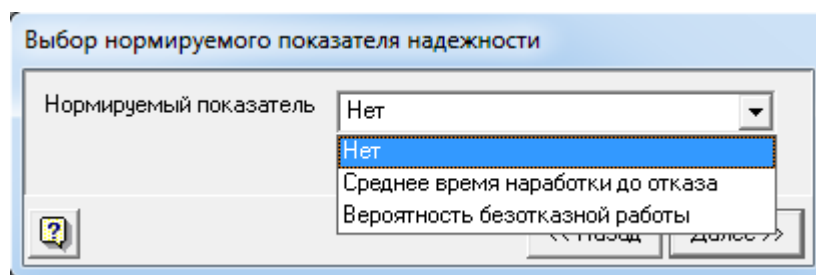

Рис. 3.15. Окно выбора нормируемого показателя надежности
- В появившемся окне «Выбор нормируемого показателя» (см. рис. 3.15) выберите показатель надежности, значение которого задано в ТЗ.